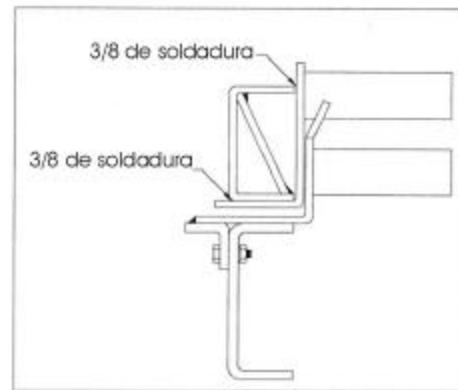

Figura 14: soldado de los soportes superiores.
B. Para aplicaciones en las que use la opción de soldar el soporte superior, se puede soldar en su lugar como muestra la figura 14.